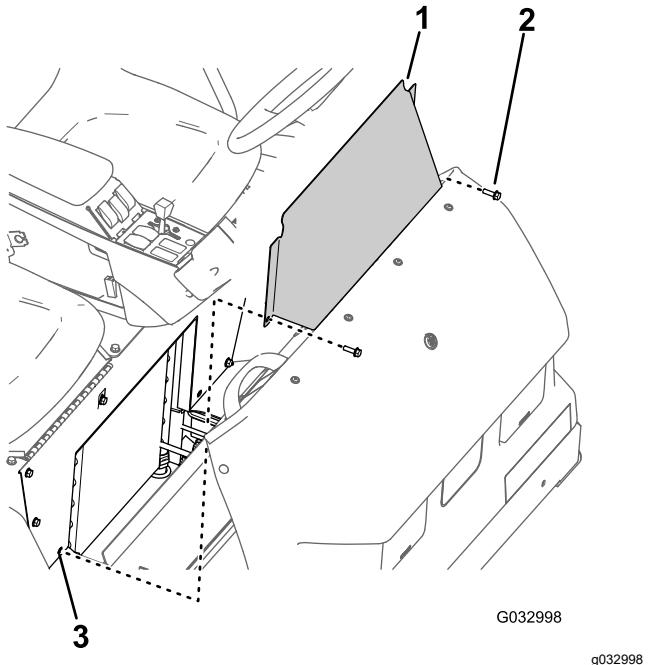

Figure 69
- Retirez les 2 boulons à embase qui fixent le panneau d'accès à la base du siège (Figure 69).
- Déposez le panneau d'accès à la base du siège de la machine (Figure 69).
- Alignez les trous du panneau d'accès et les trous dans la base du siège (Figure 69).
- Fixez le panneau d'accès à la base du siège au moyen des 2 boulons à embase (Figure 69) retirés à l'opération 1 de la section Dépose du panneau d'accès à la base du siège (page 58).